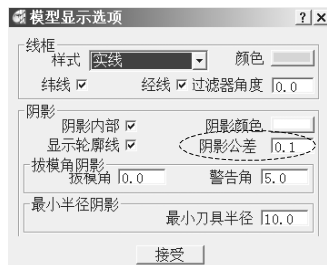

图 1-12 阴影公差选项
2) 调整模型实体阴影精度: 在 PowerMILL 下拉菜单条中, 执行“显示”→“模型”, 打开“模型显示选项”表格, 更改阴影公差, 如图 1-12 所示。